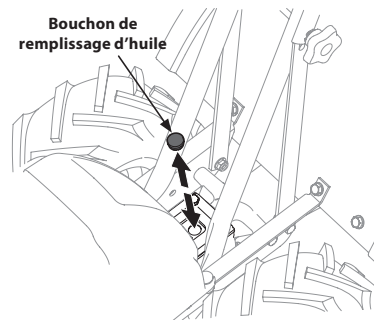

Figure 20
- Nettoyez la surface autour du filtre à huile. Voir la Figure 20.
regardez à l'intérieur pour repérer l'arbre d'entraînement. Voir la Figure 20.